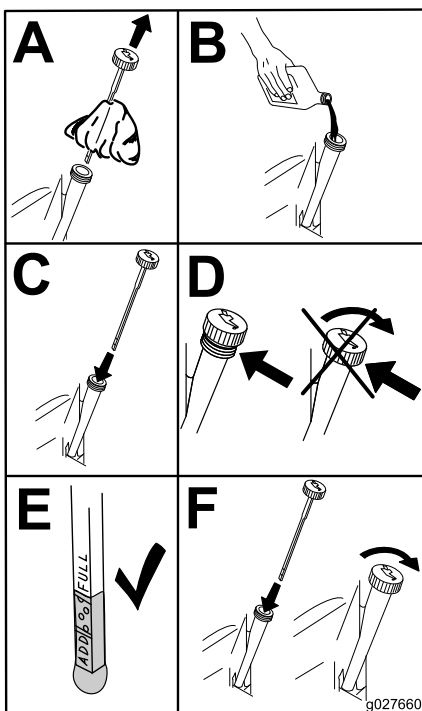

Bild 44
6. Gießen Sie langsam ungefähr 80 % der angegebenen Ölsorte in den Einfüllstutzen und füllen Sie dann vorsichtig mehr Öl ein, um den Ölstand an die Voll-Markierung zu bringen (Bild 44).